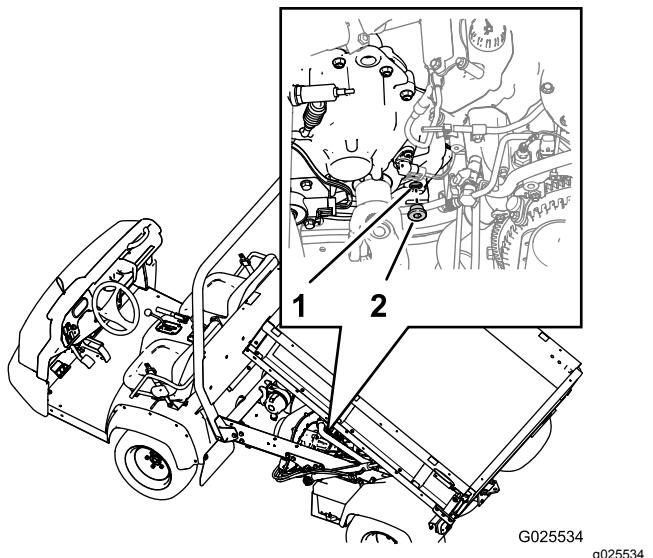

Рисунок 57
1. Найдите пробку заливного отверстия в нижней внутренней зоне на задней части коробки передач (Рисунок 57).
3. Поверните пробку против часовой стрелки и извлеките ее из заливного отверстия коробки передач (Рисунок 57).
4. Если уровень рабочей жидкости в коробке передач низкий, долейте рабочую жидкость указанного типа в коробку передач через заливное отверстие до уровня нижней части резьбы отверстия (Рисунок 57).
- Установите пробку заливного отверстия в коробку передач и затяните ее от руки (Рисунок 57).